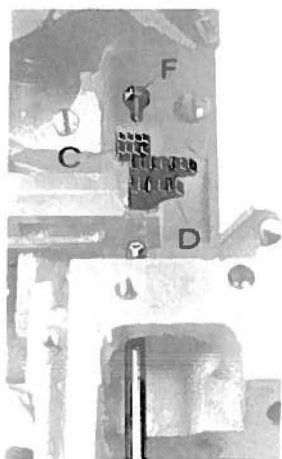

fig. 11
- Montare le griffe posteriori C e D (fig. 11) e appaiare le slitte porta griffe.